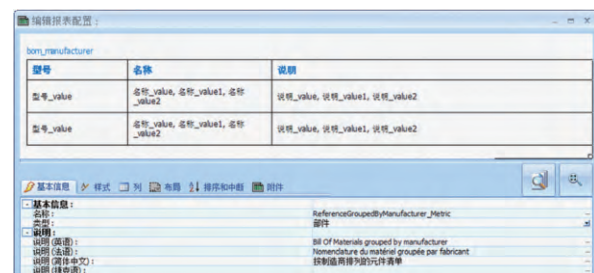

图 3
(1) 在【清单管理器】中预览报表的内容和列属性，检查显示信息是否有误或不全。
(2) 点选【属性】，编辑该模板，【基本信息】描述表单的大概内容，还可以用多国语言说明，如图 3 所示。